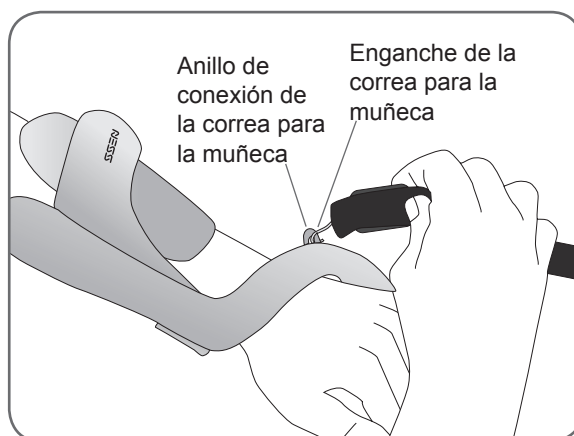

Ilustración 6-11: Cómo colocar la correa para la muñeca.
1. Sujete el gancho de la correa para la muñeca al anillo de conexión del puente para la muñeca de la ortesis. Consulte la Ilustración 6-11.